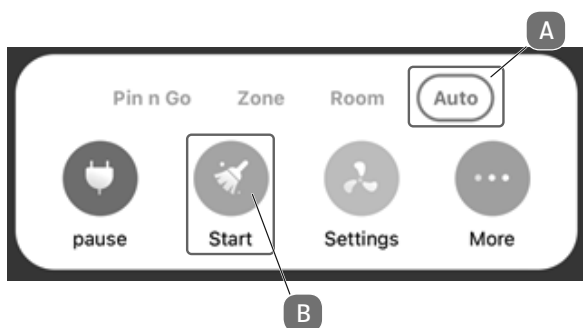

Fig. 14
- Per creare una mappa delle stanze dell'abitazione, il robot deve iniziare un giro di ricognizione. A tale scopo, in MODALITÀ AUTO (A) cliccare su START (B) come illustrato nella **fig. 14**.